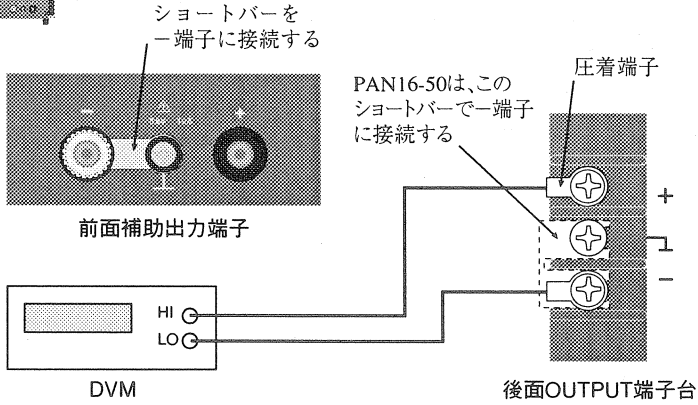

図 5-1B 電圧系の校正の接続 (1000W モデル)
- ・ 1000Wモデルを使用されている方は、図5-1Bを参照してください。
- ④ -（負）端子と⊥（シャーシグランド）端子をショートバーで接続します。